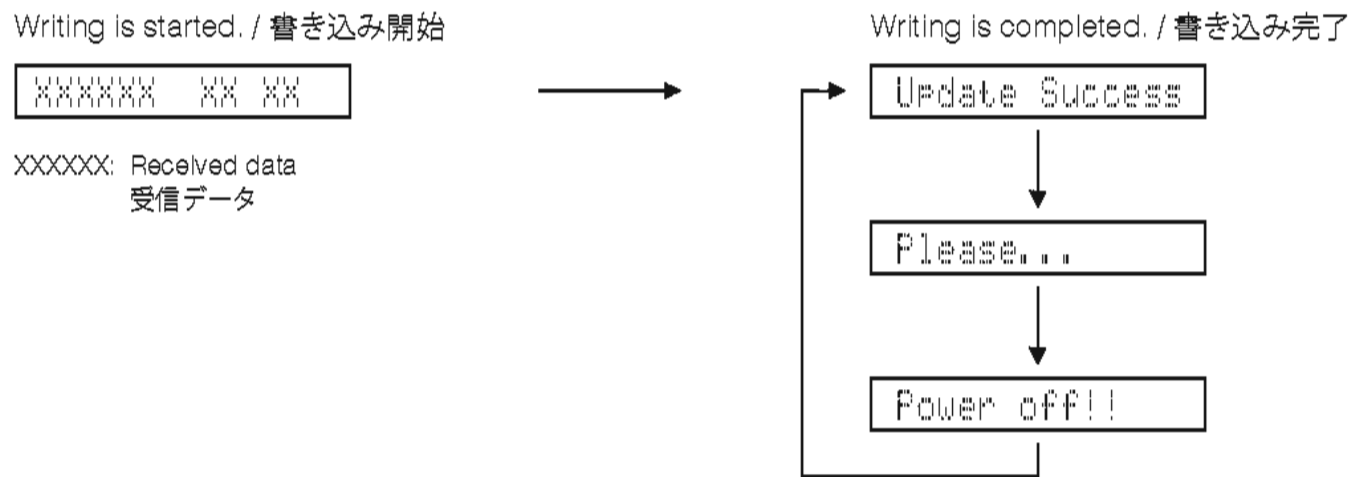

Fig. 3
Then writing of the firmware is started. (Fig. 3)
- 7. When writing of the firmware is completed, "Update Success", "Please..." and "Power off!!" are displayed repeatedly. (Fig. 3)
ファームウェアの書き込みが開始されます。(Fig. 3)
- 7. ファームウェアの書き込み完了後、"Update Success"、"Please..."、"Power off!!" が繰り返し表示されます。(Fig. 3)